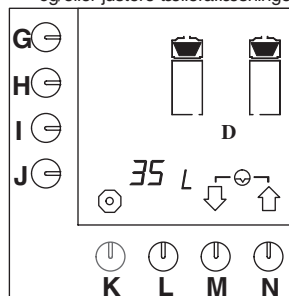

Fig. 54 Nulstilling af kaffebryggerens daglige tæller
- Tryk på valgknappen (M.)↓, indtil fig. 54 vises i displayet.